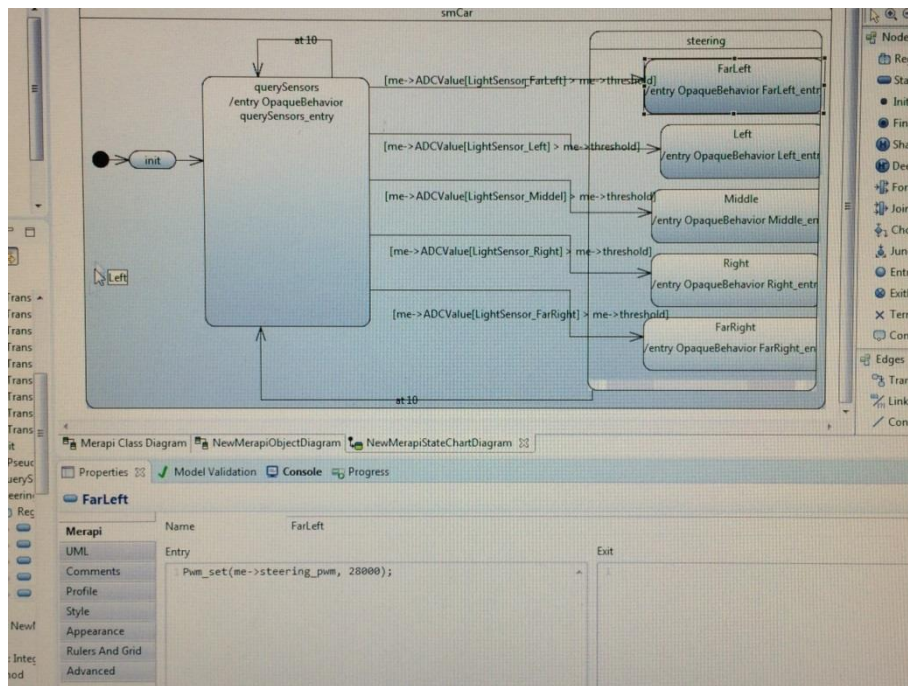

Abbildung 17: Steering
- ➔ Letztes werden die entsprechenden `guard[me->ADCValue[LightSensor_FarLeft] > me->threshold]` zu den dazugehörigen Steuerungen eingerichtet (zum Beispiel FarLeft). Das ganze sieht man wieder auf dem Abbildung 17